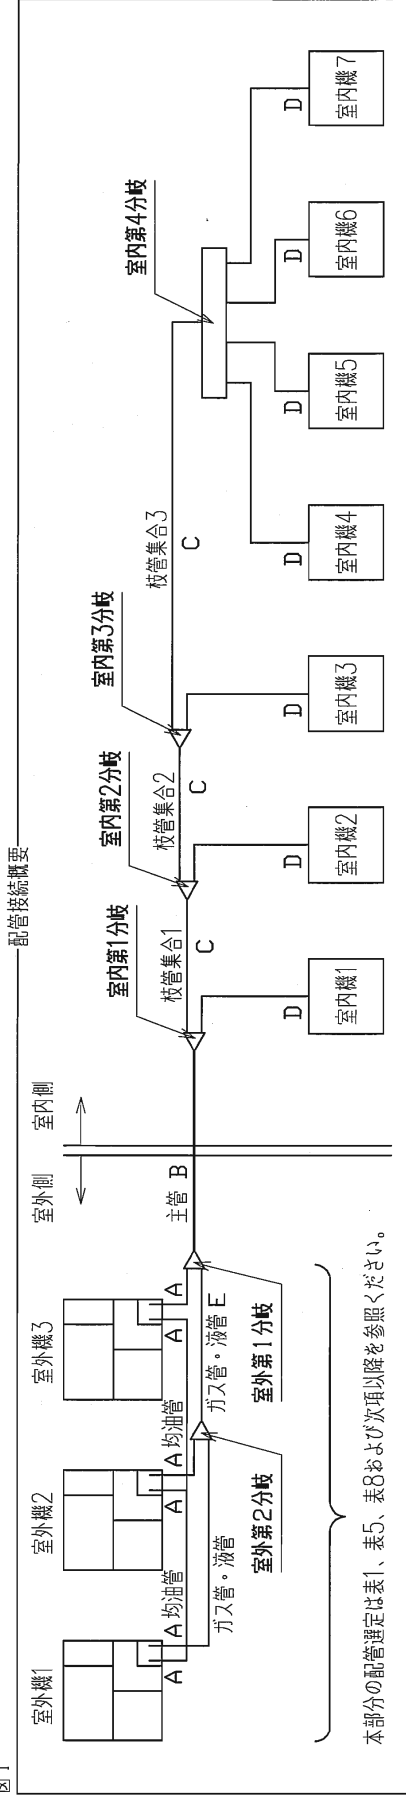

図 1
- (1) 室外機～室外機間の分岐管：図1のA部
- (2) 主管 (室外機の分岐～室内側の第一分岐管)：図1のB部
- (3) 室内側の第一分岐～室内側の第一分岐間のC部
- 但し、主管 (図1のB部) サイズを超えてはいけません。